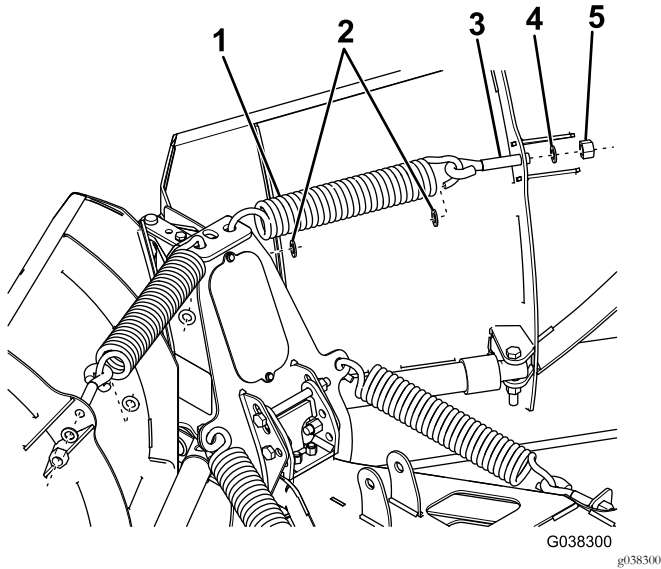

Bild 4
1. Haken Sie die zwei Auslösefedern an den Löchern an der Oberseite des Schubrahmens ein (Bild 4).
2. Haken Sie die anderen Enden der Auslösefedern an den beiden Augbolzen ein (Bild 4).
3. Stecken Sie das Gewindeende der Augbolzen durch die Löcher im Schneeschild und befestigen sie mit zwei Scheiben (1/2") und zwei selbstverriegelnden Muttern (Bild 4).
5. Schieben Sie eine Klemmsicherungsscheibe auf jedes offene Ende der Auslösefedern (Bild 4).